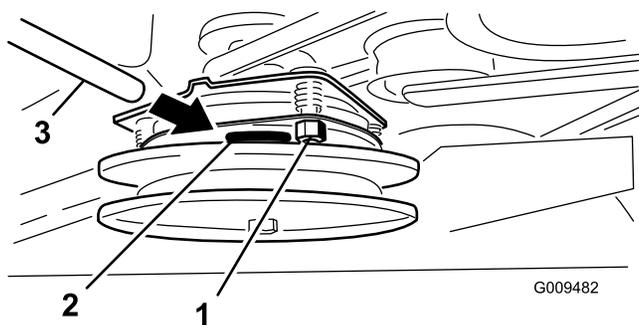

Bild 60
2. Sollte eine Einstellung erforderlich sein, verwenden Sie eine 0,381 mm starke Fühlerlehre, um jede der drei Einstellungsschlitzpositionen einzustellen. Ziehen Sie die Sicherungsmuttern fest, bis die Fühlerlehre etwas fest sitzt, jedoch leicht bewegt werden kann (Bild 60).